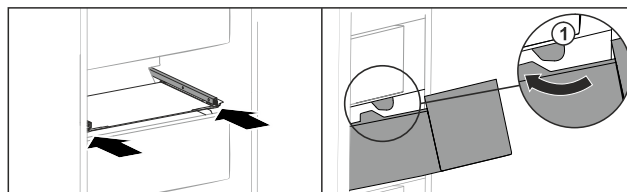

Fig. 151
- Far passare il cassetto intorno ai fermi Fig. 151 (1).